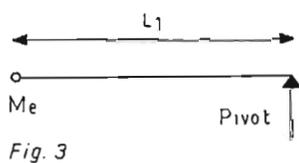

Fig 3 : Schéma simplifié d'un bras compte tenu de sa masse effective Me.
- M_3, M_4 masse des tubes qui peuvent être réduites par le choix de matériaux conciliant rigidité et légèreté. Rigidité qui doit être excellente pour M_3 , d'autant meilleur que M_1 est grand. L'expression du moment d'inertie précédent peut se ramener au système équivalent de la fig. 3. où M_e caractérise la masse effective